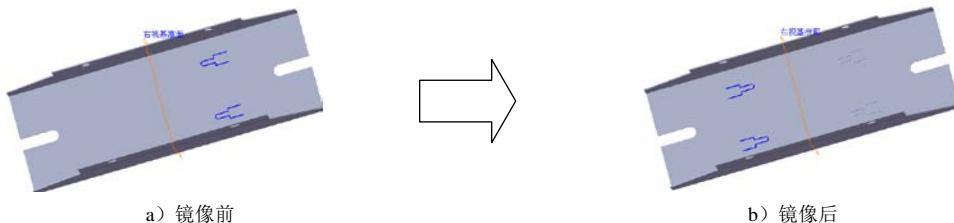

图 11.2.36 镜像 3
Step14. 创建图 11.2.36 所示的镜像 3。
- (1) 选择命令。选择下拉菜单 **插入(I)** → **阵列/镜向(E)** → **镜向(M)...** 命令。
- (2) 定义镜像基准面。选取右视基准面作为镜像基准面。
- (3) 定义镜像对象。选择切除一拉伸一薄壁 1 与镜像 2 作为镜像 3 的对象。